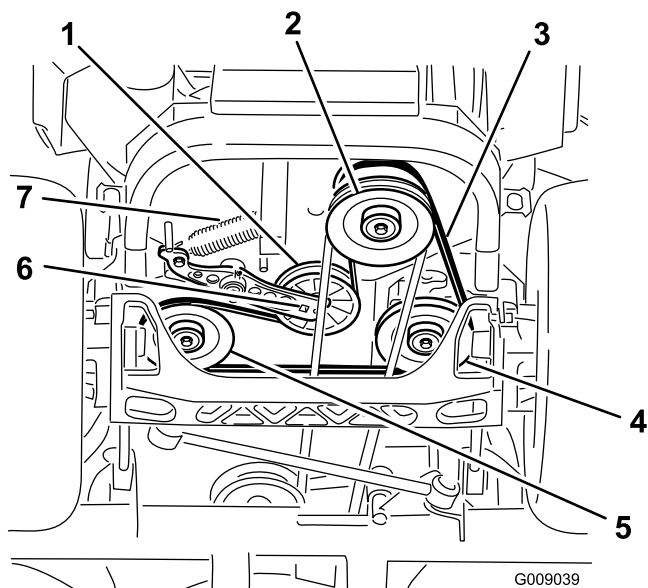

Figure 73
4. Soulevez la machine sur des chandelles (Figure 73).
5. Insérez un rochet dans le trou carré du bras de la poulie de tension pour détacher le ressort de la poulie de tension (Figure 73).
6. Décrochez le ressort de la poulie de tension du cadre (Figure 73).
9. Insérez un rochet dans le trou carré du bras de la poulie de tension pour installer le ressort de la poulie de tension sur le cadre (Figure 73).